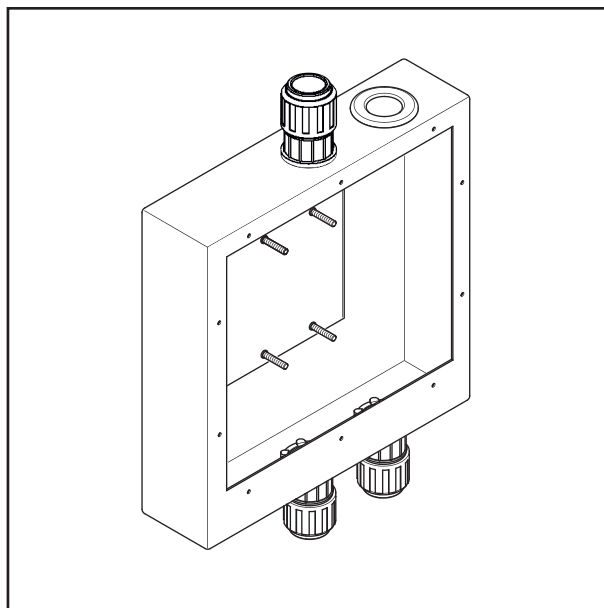

Fig. 4: Förutsättningar för montering
3. Joramark 30207 inbyggnadslåda är öppen (fig. 4).